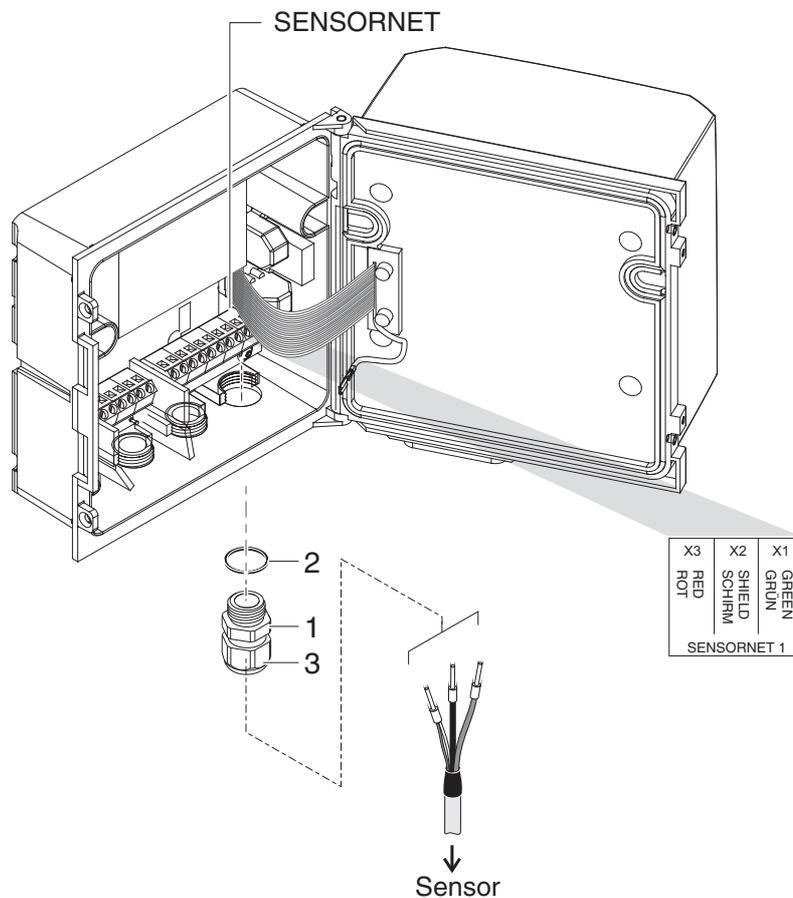

Bild 3-16 Kabel anschließen (Beispiel DIQ/S 281-CR2)
- 2 An der Position für den Anschluss SENSORNET (siehe Klebeschild im Gehäuseboden) die Kabelverschraubung (Pos. 1 in Bild 3-16) mit der Dichtung (Pos. 2) in das Gehäuse einschrauben.
- 3 Die Überwurfmutter (Pos. 3 in Bild 3-16) lockern.